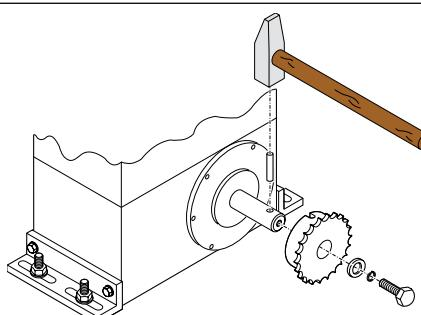

Рис. 18
4.5.1. МОД. 844 ER CAT (рис.18 - 19)